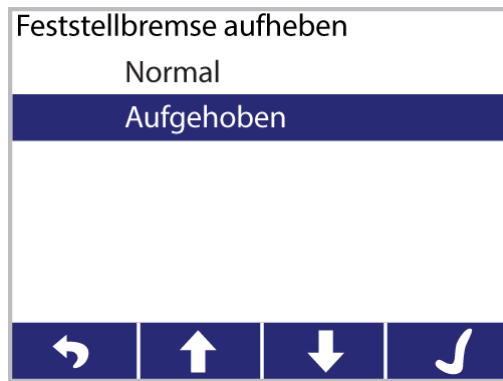

Abbildung 36: Bildschirm für die Feststellbremsen-Aufhebungsfunktion
4. Den Aufheben-Modus durch Drücken der **Abwärtspfeil**-Bildschirmtaste auswählen (Abbildung 36).
5. Bestätigen, dass **Aufgehoben** hervorgehoben ist, und die Häkchen-Bildschirmtaste drücken (Abbildung 36). Damit ist die Aufhebungsfunktion aktiviert.